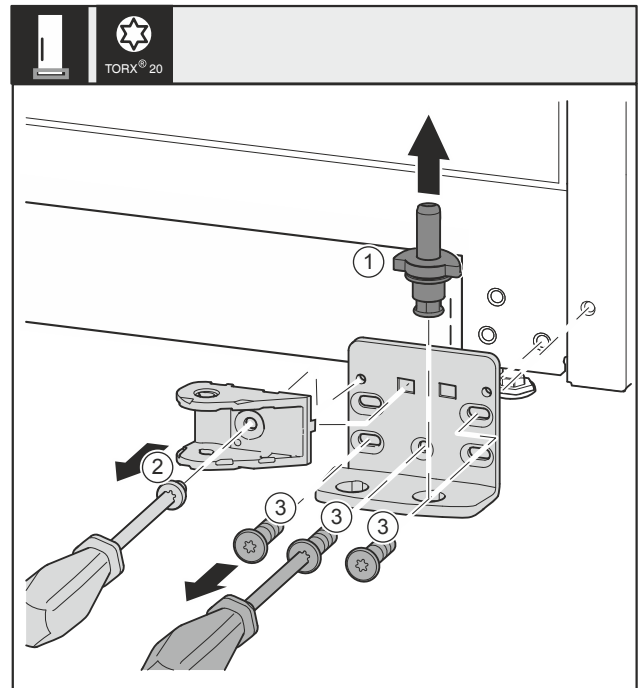

Fig. 33 *
- Estrarre completamente verso l'alto i perni di supporto Fig. 33 (1)*.
- Svitare la vite con un cacciavite Fig. 33 (2) e rimuovere il collegamento dell'ammortizzatore di chiusura.*
- Svitare le viti Fig. 33 (3) con un cacciavite e rimuovere il blocco di supporto.*